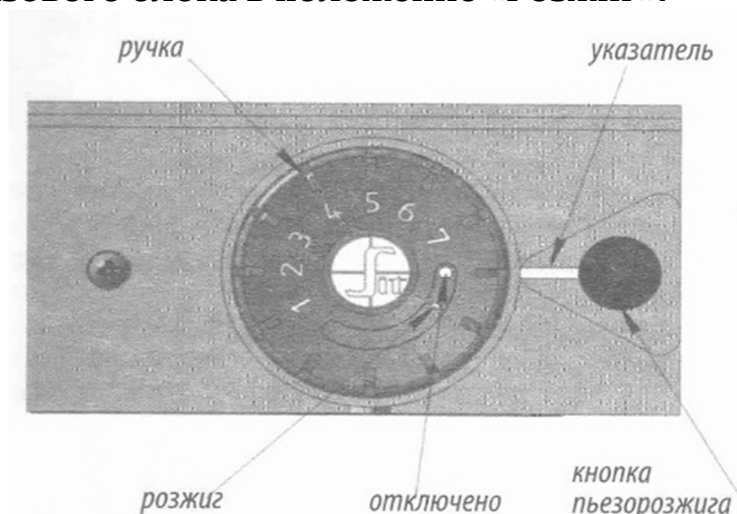

Рис. 14. Элементы управления аппарата ГИДРОТЕРМ «Алтай» 7,5-16.
8.2.1. Установить ручку газового блока в положение «Отключено» (см. рис.14).
8.2.8. **ВНИМАНИЕ!** Для повторного розжига аппарата необходимо установить ручку в положение «Отключено» (см. рис.14), после чего повернуть ручку газового блока в положение «Розжиг».